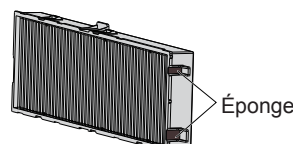

Fig. 2
- Veillez à ne pas enlever l'éponge (Fig. 2) située sur le côté du filtre à air lors de la fixation du filtre à air.